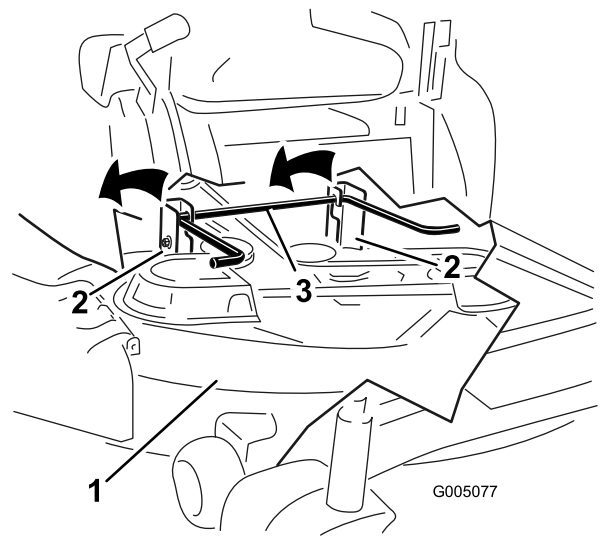

Figura 125
6. Eleve la carcasa de corte y separe ésta y las pletinas de suspensión de la varilla de elevación trasera; luego baje el cortacésped con cuidado al suelo (Figura 125).